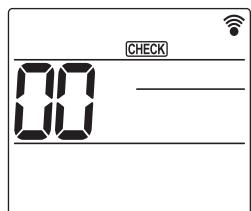
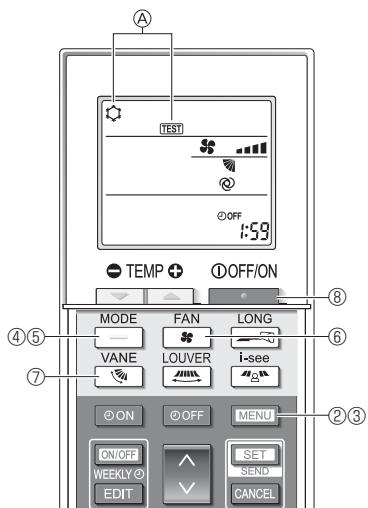

Fig. 6-7
Fig. 6-8
- ① Attivare l'alimentazione almeno 12 ore prima della prova di funzionamento.
- ② Premere il pulsante **[MENU]** per 5 secondi. (Fig. 6-7)
- ③ Premere il pulsante **[MENU]**.
- Vengono visualizzati ④ [TEST] e il modo operativo in corso. (Fig. 6-8)
- ④ Premere il pulsante **—** per attivare il modo raffreddamento e controllare se l'aria fredda viene soffiata dall'unità.
- ⑤ Premere il pulsante **—** per attivare il modo riscaldamento e controllare se l'aria riscaldata viene soffiata dall'unità.
- ⑥ Premere il pulsante **fan** e verificare se la velocità del ventilatore cambia.
- ⑦ Premere il tasto **Wi-Fi** e controllare se il deflettore automatico si muove correttamente.
- ⑧ Premere il pulsante **—** per arrestare la prova di funzionamento.